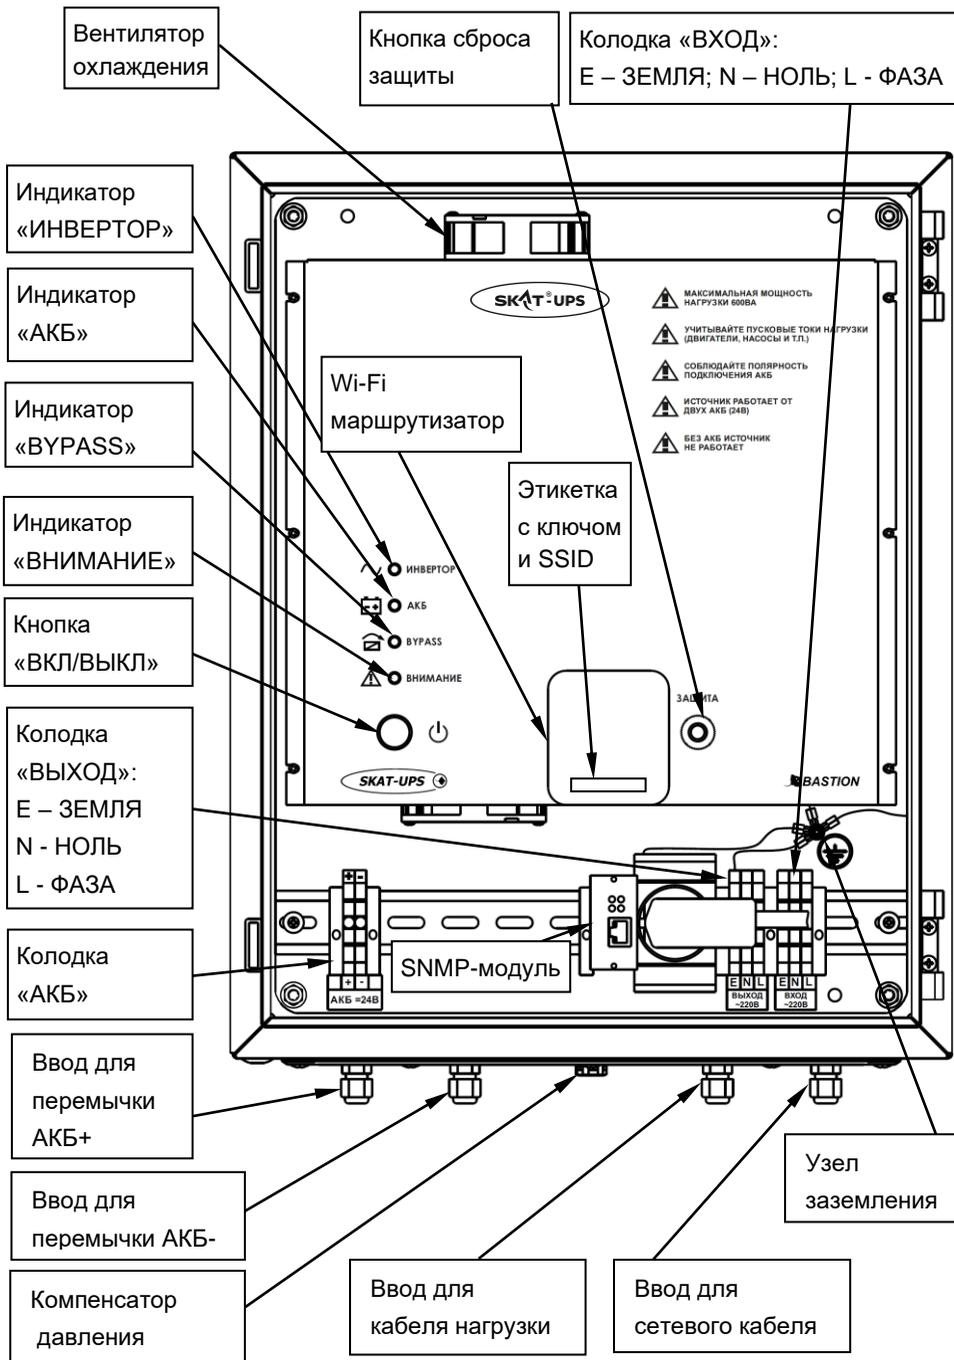

Рисунок 2 — Вид изделия с открытой дверцей
Ключ доступа к сети и SSID указаны на этикетке, расположенной на передней панели маршрутизатора (см. рисунок 2).
Установите кабельные вводы и компенсатор давления (входят в комплект поставки) в предусмотренные для них отверстия на нижней стенке корпуса изделия (см. рисунок 2).
Подключение внешних цепей к изделию выполняется через соответствующие кабельные вводы в соответствии с назначением клемм подключения (см. рисунок 2).
- Подключите к изделию, соблюдая полярность, провода для подключения внешней АКБ (см. рисунок 2).
- Зафиксируйте подведенные к изделию провода и кабели в соответствующих герметичных кабельных вводах (см. рисунок 2).